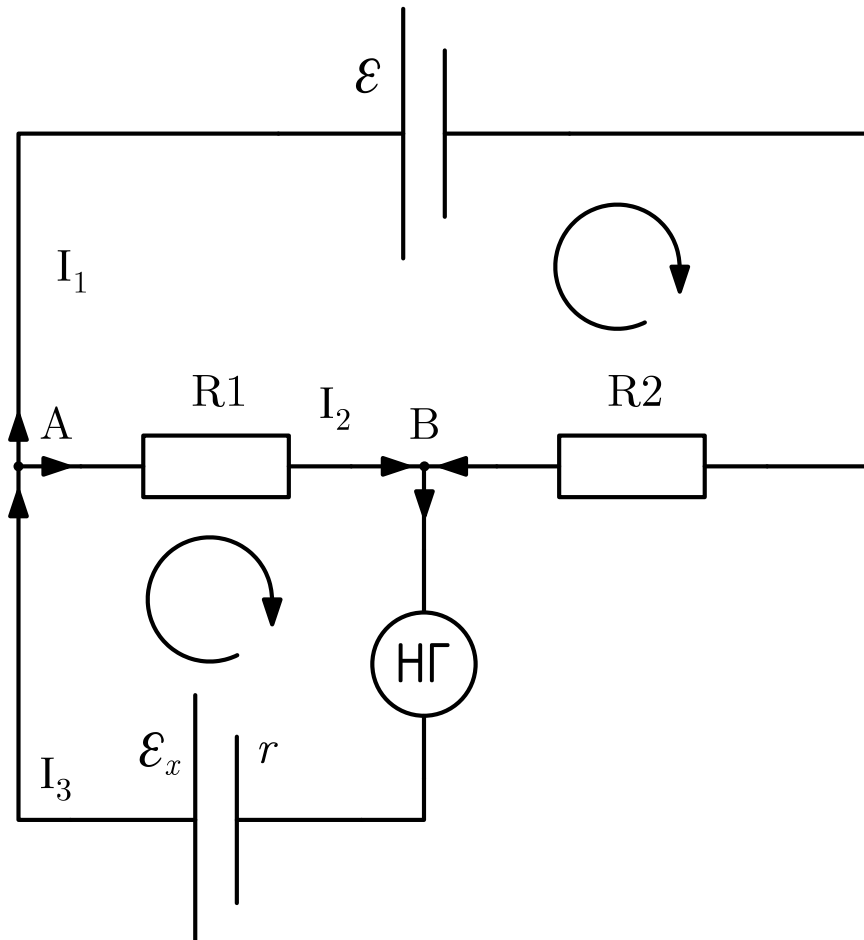

Рис. 2. Принципиальная схема измерения ЭДС методом компенсации.
Для пояснения идеи метода компенсации рассмотрим схему, приведенную на рис. 2.
Рассмотрим рис. 2 и расставим направления течения тока и обхода. Запишем первый и второй законы Кирхгофа:
4. Укажите направления токов, вызванных каждым источником в отдельности и обоими источниками вместе во всех ветвях схемы рис. 2.